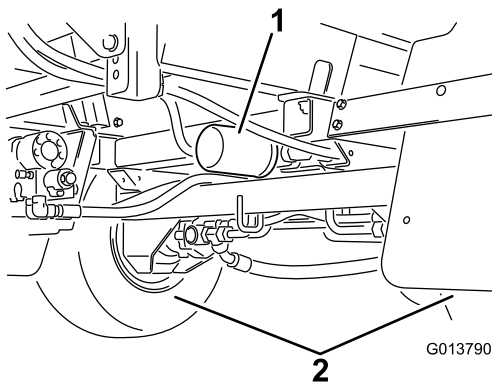

Figura 97
2. Localize os dois filtros hidráulicos na máquina (Figura 96 e Figura 97).